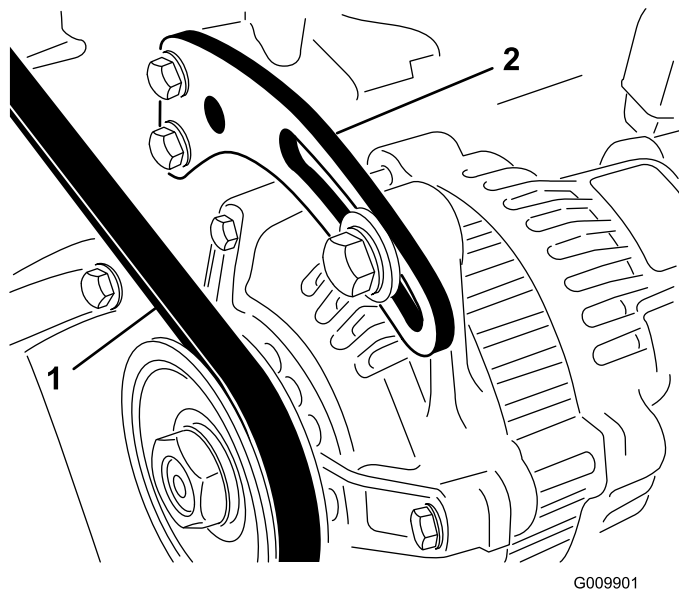

図 56
1. オルタネータの取り付けボルトをゆるめる (図 56)。